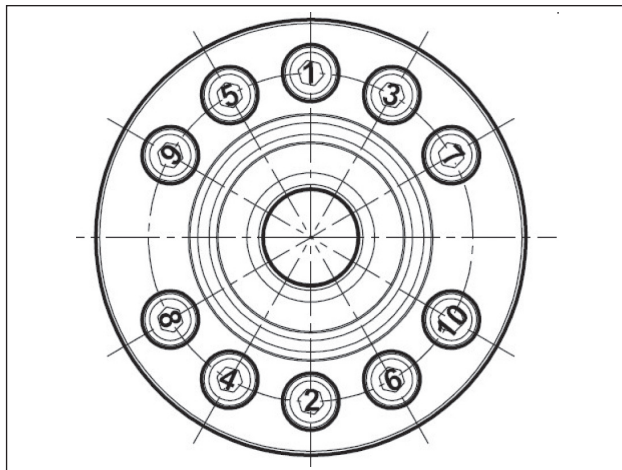

Fig. 49
**** Le viti fissaggio supporti devono essere serrate in un'unica fase rispettando l'ordine riportato nello schema di Fig. 49.